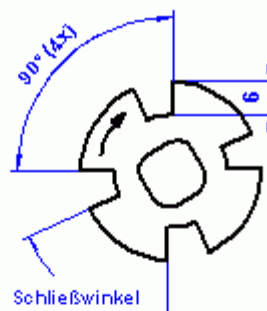
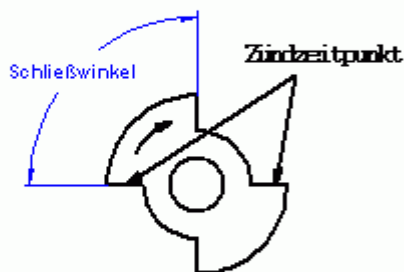
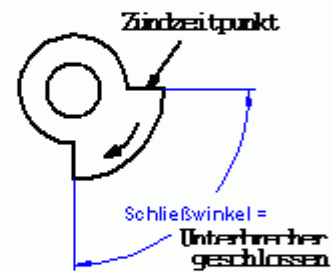

Abb. 2: 4 Zylinder
Abb. 3: 2 Zylinder
Abb. 4: 1 Zylinder
3.) Die Gradzahl des Schließwinkels kann aus den technischen Daten des Motors entnommen werden. Bei Vierzylindermotoren (Abb.2) ist darauf zu achten, das der Winkel von $4 \times 90^\circ \pm 0,5^\circ$ genau eingehalten wird. Bei Zweizylindermotoren (Abb.3) müssen die zwei Kanten der Unterbrecherscheibe genau $180^\circ \pm 0,5^\circ$ gegenüberliegen. Für Einzylindermotoren ist die Scheibe nach (Abb.4) anzufertigen. Der Zündzeitpunkt kann nach erfolgtem Einbau wie üblich mit Stroboskop, oder statisch mit Hilfe der eingebauten Kontrolllampe eingestellt werden. Die Zündung erfolgt wenn die Geberscheibe die Lichtschranke verlässt und die Kontrolllampe erlischt.